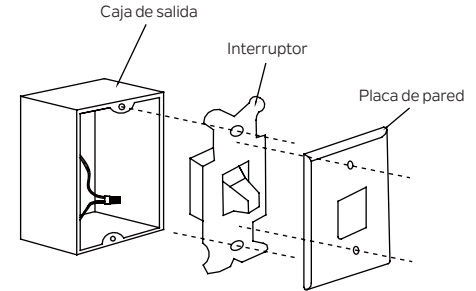

Figura 25
Paso 1. Retire la placa de pared existente y el interruptor antiguo de la caja de salida de pared. Cablee los cables NEGROS (vivos) junto con el conector e introdúzcalos nuevamente dentro de la caja de salida. (Figura 25)